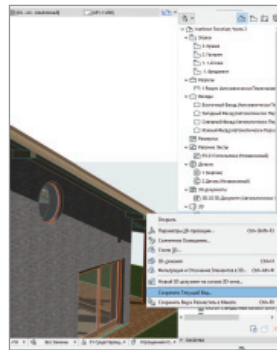

Рис. 3. Сохранение Вида
3. В навигаторе или организаторе сохраните 3D-модель как Вид (рис. 3), а затем разместите этот 3D-вид в Макете (рис. 4-5).